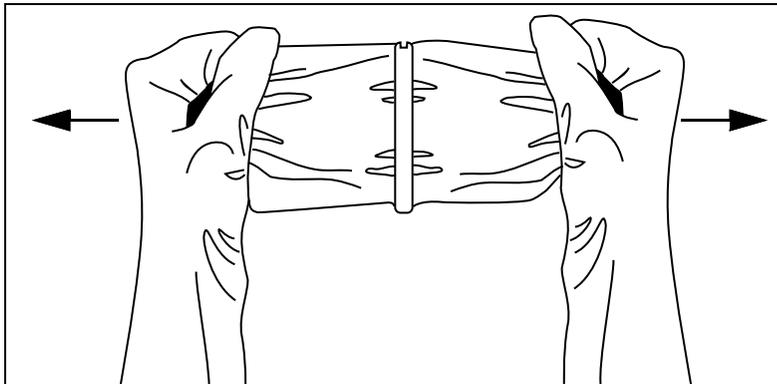

Figura 39. Extracción del clip del compuesto de sellado
4. Saque la bolsa de "Compuesto sellante" del paquete de aluminio. Agarre los extremos, uno con cada mano, y tire firmemente para retirar el clip de plástico [Figura 39].